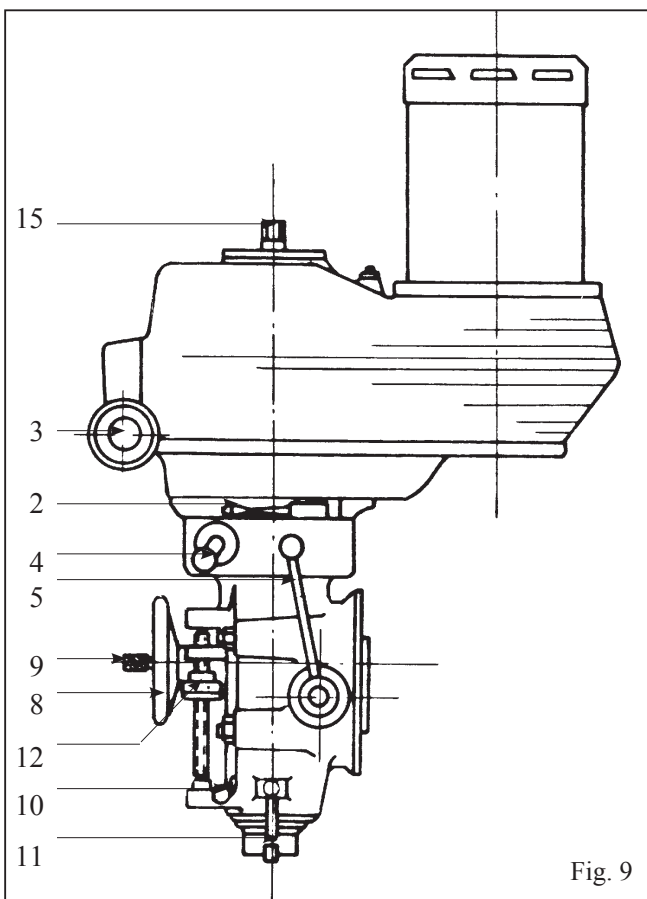

Fig. 9
(o/min.) markert på skalaen er omtrentlig. Spindel-hastighe-ten (o/min.) kan forandres ved å dreie på håndrattet (pos.3, fig.9) på høyre side av spindelhodet. Ved å dreie dette håndrattet medurs økes spindelhastigheten. Ved å dreie håndrattet moturs senkes spindelhastigheten (o/min.).
(Fig. 9 pos. 15) (Kun manuell trekkstang). Bruk spindelbremsen for å begrense spindelrotasjonen ved tiltrekking eller løsning av trekkstangen.
Til bremsing av spindelen (kun med spindelmotor i av-posisjon) brukes bremsespaken (pos.1, fig.9) som sitter på venstre side av spindelhodet. Denne beveges forover/bakover for å stoppe roterende spindel.
(Direkte drift [høy], reverseringsgir [lav]) Denne spaken har tre posisjoner; høy, nøytral, lav. Valg av område (høy eller lav) gjøres med spaken (pos.2, fig.9), som sitter på høyre side av spindelhodet. Forover-posisjon for denne spaken er høyområde. Bakover-posisjon for denne spaken er lavområde.
BEMERK: Ikke forandre hastighetsområde (høy/lav) når automatisk akselmating er innkoblet (pos. 4, fig.9).
Den automatiske mateinnkoblingsspaken (pos. 4, fig.9) sitter direkte under reverseringsgirspaken. Den-ne spaken har to posisjoner: "IN" for innkobling av automatisk mating av spindelen, og "OUT" for utkobling av automatisk mating av spindelen.
2. Pinolens (eller spindelens) manuelle matespak (pos. 5, fig. 9) kan justeres til hvilken som helst av de forskjellige drifts-posisjonene ved å bevege den utover. (Trekk spaken til høyre på spaknavet og drei den i ønsket posisjon). Den manuelle matespaken kan trekkes av når den ikke er i bruk.
3. Hvilken som helst av de tre automatiske mateinnretningene (i retning enten opp eller ned) kan velges ved å bevege spaken, som sitter på høyre side av spindelhodet, til ønsket mating (0,04, 0,08, 0,02) mm o/min. Det kan være enklere å skifte posisjonen (pos. 6, fig. 9) på pinolmatevelgeren når spindelen roterer.
4. Håndrattet for manuell mating (pos. 8, fig. 9) står i driftstilling når spaken for automatisk akselmating (pos. 4, fig. 9) står i "OUT"-posisjon (utkoblet), og kobler inn akselmatekontrollspaken (pos. 7, fig. 9) som holder håndrattet på plass med en fjær, og kan kobles ut når det ikke er i bruk.
6. Mikrometer dybdestopp (pos. 12, fig. 9) brukes til innstilling av dybder. Hver grad på skruen angir 0,03 mm (.011") dybde. Den leses direkte på skala montert ved siden av. Dybder kan oppnås ved å innstille mikrometerskruen i forbindelse med pinolanslaget.